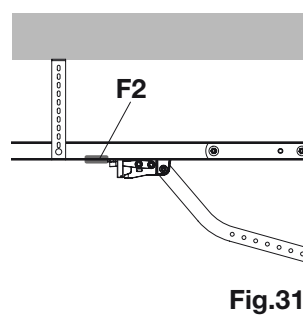

Fig.31
- Mettre la porte en position d'ouverture totale et fixer, l'autre arrêteur mécanique en appui sur le chariot d'entraînement (figure 31 réf. F2).